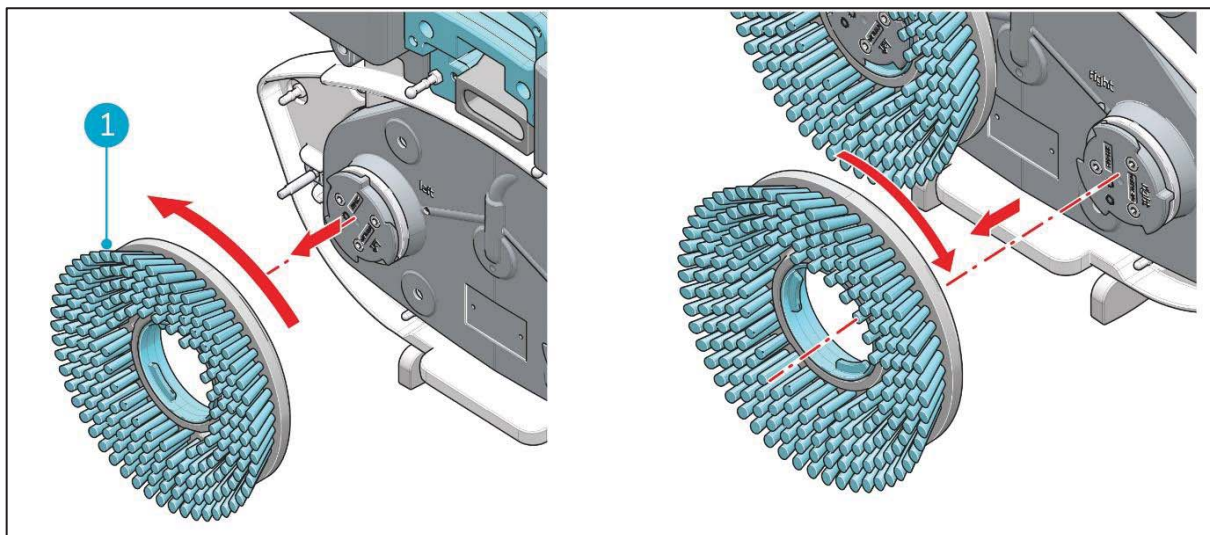

Figure 25
3. En utilisant votre autre main pour tourner la brosse gauche (Figure 25, pos 1) dans le sens inverse des aiguilles d'une montre jusqu'à ce que vous sentiez une résistance ou que vous voyiez le disque moteur tourner également.